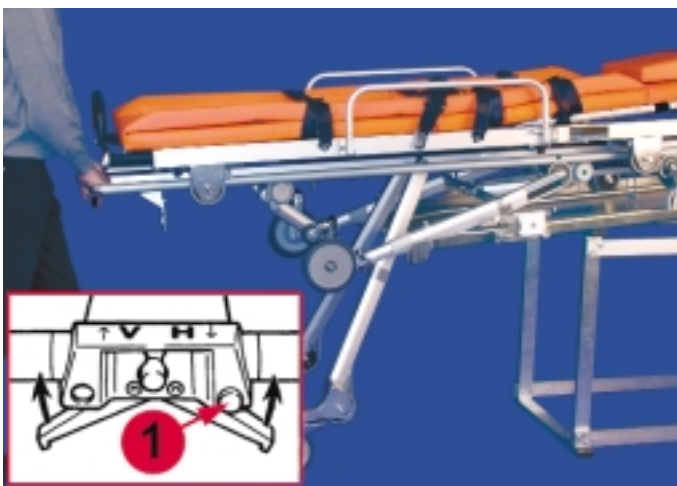

Bild 42
- Hinteres Standbein ausschwenken (Bild 42).
Bei Sonderfahrgestellen STOLLENWERK 2870-1 für Transportinkubatoren ITI 5400 zum Ziehen des Bedienungshebels "H" den Sicherungsknopf (Bild 42/1) drücken.